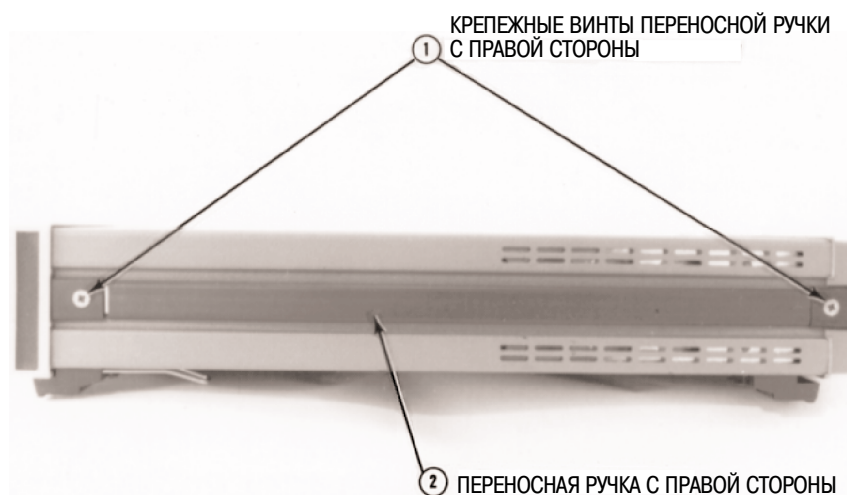

Рисунок 35 - Правая сторона мультиметра 3458А
3. См. рисунок 35. Повернуть прибор правой стороной к себе.
9. См. рисунок 35. Повернуть прибор правой стороной к себе.